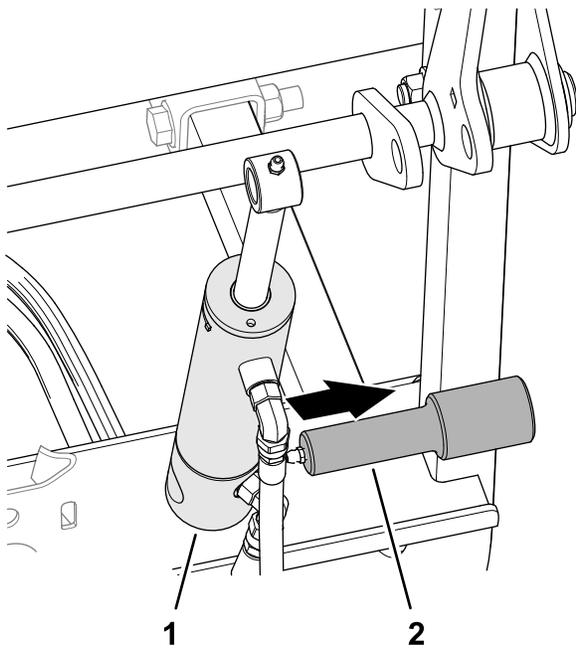

Figure 18
- Montez le vérin de levage de l'accessoire arrière sur l'arbre de montage du cadre arrière (Figure 18).